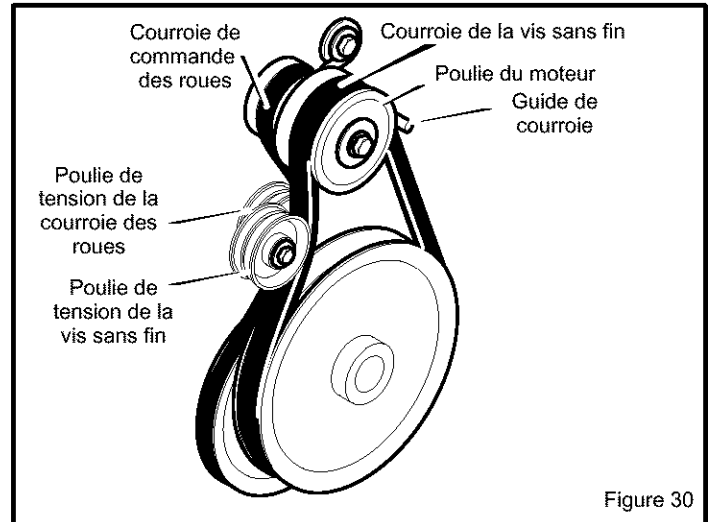

Figure 30
3. Desserrer l'écrou sur la poulie de tension et pousser la poulie de tension vers la courroie d'environ 1/8 po (3 mm) (voir Figure 30).
COURROIE DE LA VIS SANS FIN (VOIR FIGURE 30)
6. Relâcher le guide de courroie et le tirer de la courroie de la poulie de tension. Voir Figure 30.
7. Desserrer les guides de courroie et les écarter de la poulie de tension. Voir Figure 30.